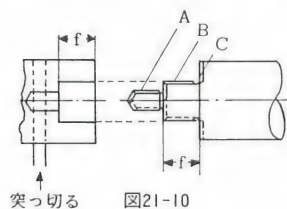

図21-10
切りバイト③のほかに、ありあわせの四角い板②をくわえて当たりにしています。工作物①をこれに当たるまで引っ張り出します。これでナットの全長が決まります。横送り台を引いて、センタードリル、下穴ドリル、タップ、貫通ドリルの順に加工し、最後に横送り台を前進して突っ切れば1個できあがります。この位置で次の材料を引っ張り出します。全く目盛を見ずにくり返すことができますから加工速度が非常に上がります。写真では心押し台に自作の心押し台ターレット(後節参照)をつけて、センタードリルと2個のドリルの仕事を1個の自作カッター(次章図21-10参照)で1回で行って一層能率を上げています。以上の加工を全数完了してからナットの両端を面取りします。チャックに丸または六角棒をくわえてダイスでねじを切ってねじヤトイを作ります。これに1個ずつねじこんで45°のバイトをちょっと当てれば完了です。逆バイト刃物台があれば工程の途中についてに行えますからさらに速くできます。
このカッターをさらに発展させると、複雑ないわゆる複合カッターも、工夫と練習次第で短時間に作れます。図21-10は一発カッターという勝手な名を付けたのですが、袋ナットを作る際にねじ以外を1回で切ってしまう能率的なものです。センタードリルを使わずにいきなりAの刃で図の左に書いてある工作物に穴をあけながら、同時に刃Bで深さfまでタップの下穴をあけます。すると刃Cが端面を削ります。あとはタップを立て、突っ切ってから面取りすればナットのでき上がりです。前章の写真20-12はこれを使っているところで④がそれです。